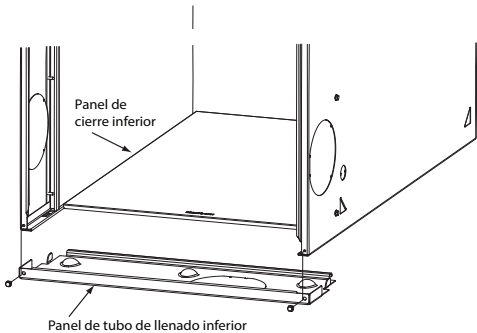

Fig. 9 – Desmontaje del panel de cierre inferior
- 1. Incline o levante el calefactor y quite 2 tornillos que sujetan el panel de llenado inferior. (Consulte la Fig. 9).
1. Incline o levante el calefactor y quite 2 tornillos que sujetan el panel de llenado inferior. (Consulte la Fig. 9).
1. Inclíne o levante el calefactor y quite los dos tornillos que sujetan el panel de llenado inferior. (Consulte la Fig. 9).